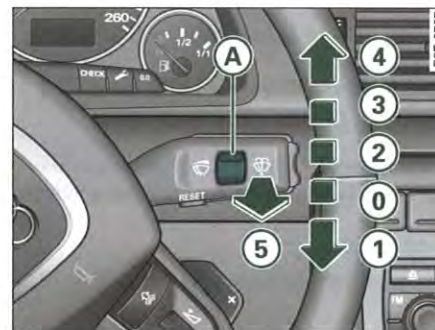

Fig. 79 Levier d'essuie-glaces
Le levier d'essuie-glace ⇒ fig. 79 peut être placé sur les positions suivantes :
Les phares étant allumés, sélectionnez la fonction lavage / balayage automatique ⇒ page 83, fig. 79 ⑤ en tirant le levier pendant plus d'une seconde.